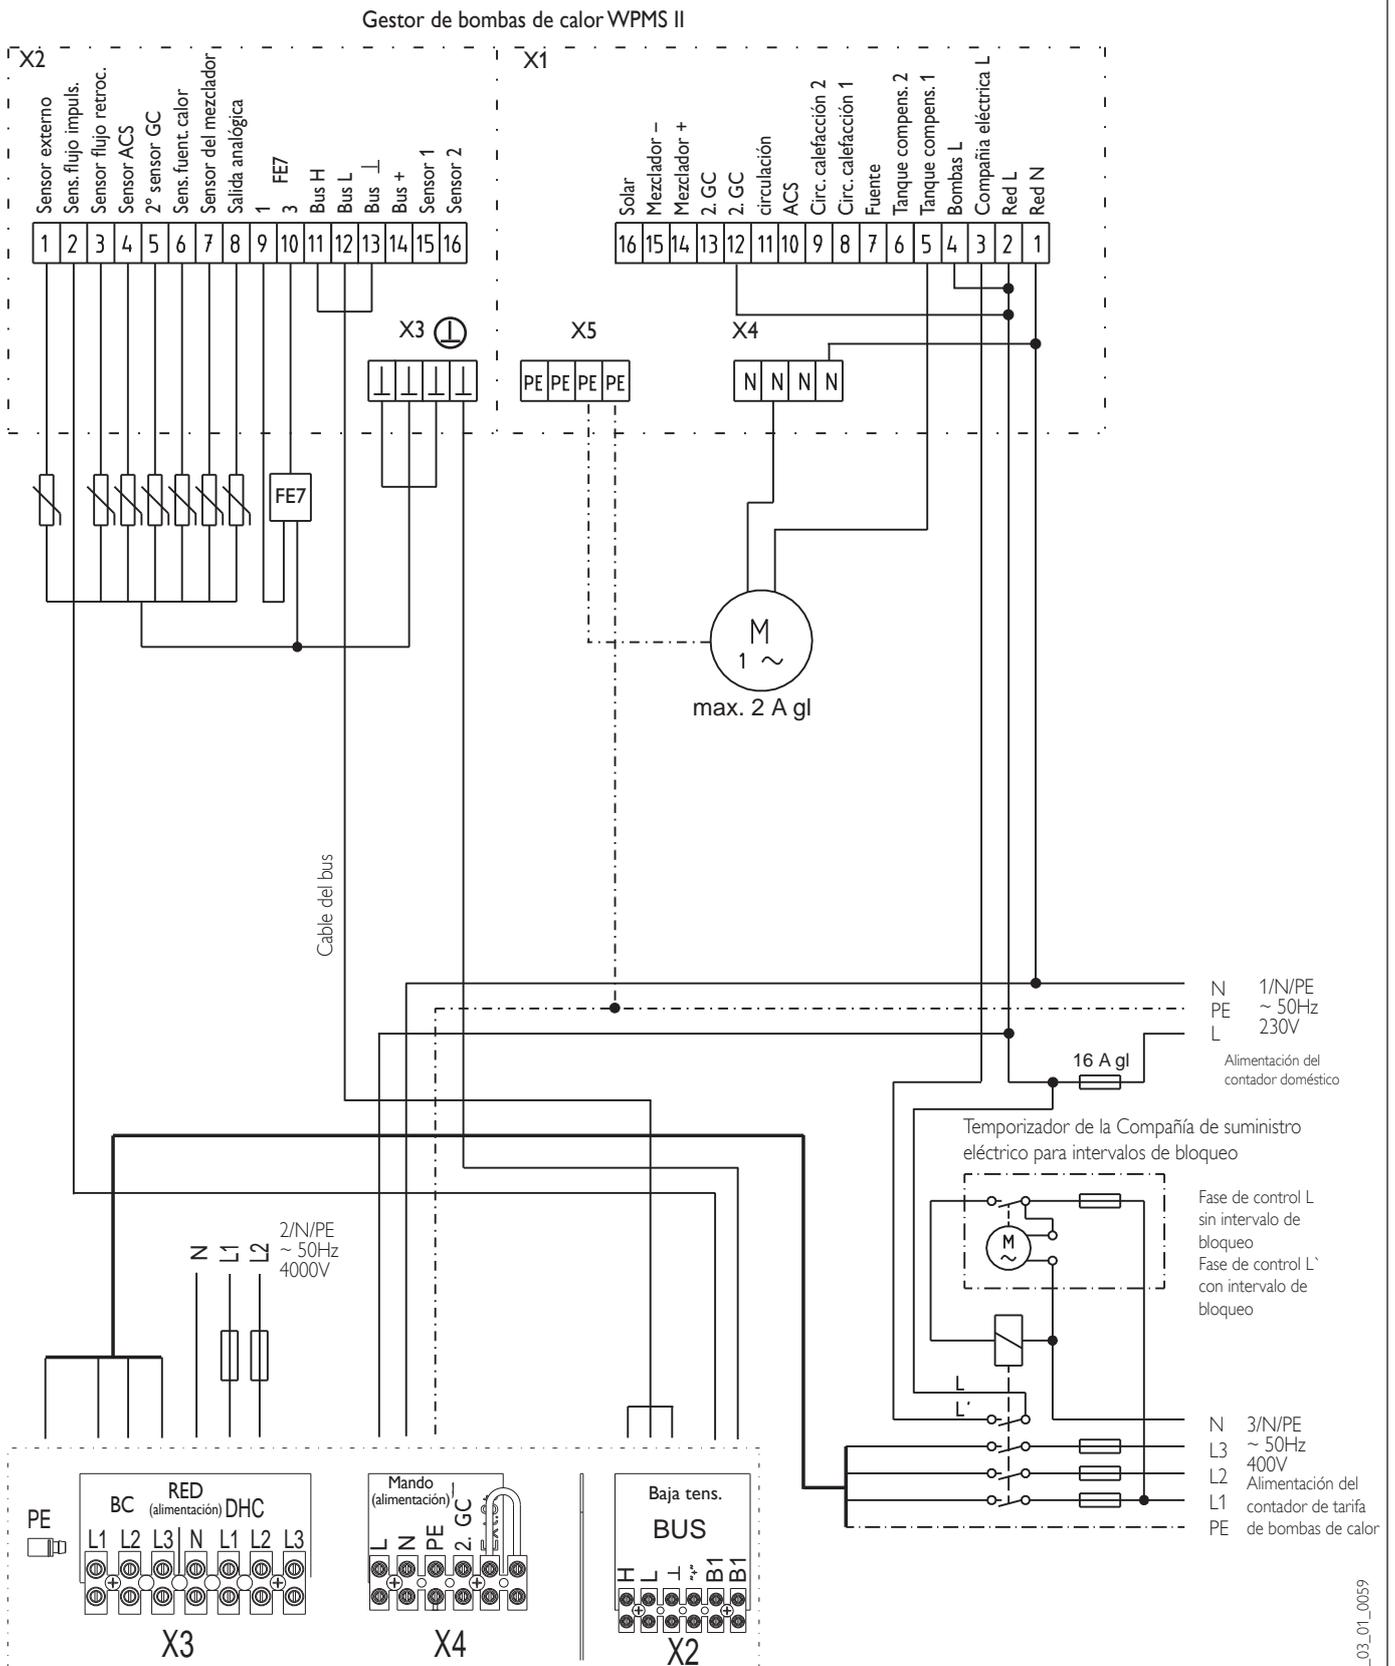

Fig. 15
**4.5** La bomba de recirculación del lado de aprovechamiento de calor debe conectarse conforme al esquema de conexionado eléctrico (fig. 15) o la documentación.